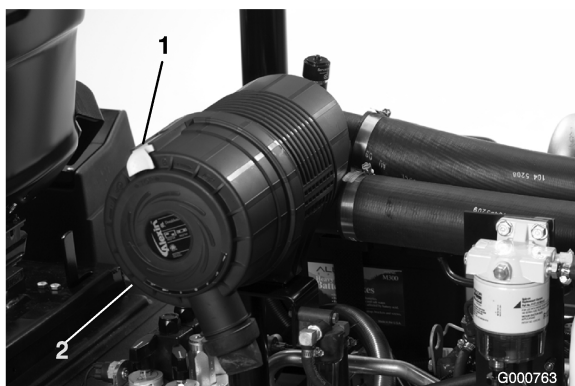

Figure 39
1. Tirez le verrou vers l'extérieur et tournez le couvercle du filtre à air dans le sens anti-horaire (Figure 39).